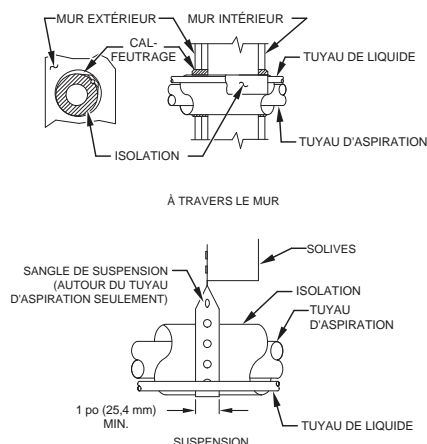

Figure 1 – Installation des conduites
6. Lorsque vous acheminez les conduites de frigorigène à travers le mur, scellez l'ouverture au moyen d'un composé de caoutchouc de silicone résistant aux variations de température ou de tout composé de calfeutrage souple à base de silicone (consultez la figure 1);
8. Ne suspendez pas les conduites de frigorigène provenant des solives et des goujons au moyen de fils rigides ou de sangles en contact direct avec les conduites (consultez la figure 1);
10. Au besoin, utilisez les sangles de suspension de 1 po (25,4 mm) de largeur qui correspondent à la forme de l'isolant des conduites. (Consultez la figure 1);